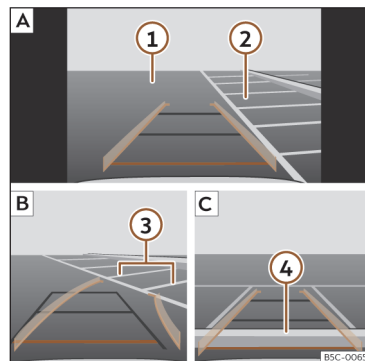

Fig. 163 Visualização no ecrã do sistema infotainment: estacionar com o assistente de marcha-atrás.
Legenda da >>> **Fig. 163:**
• Posicione o veículo à frente do lugar de estacionamento >>> **Fig. 163** **2** **A**.